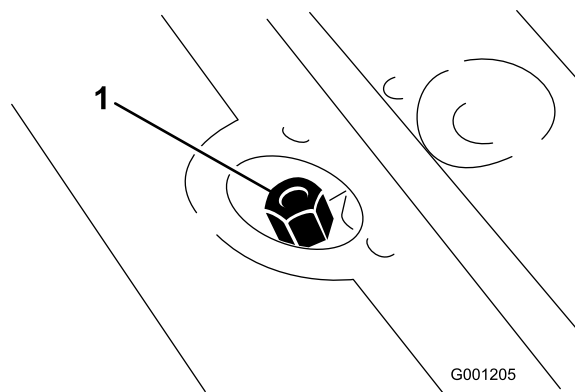

Figura 24
2. Retire a tampa da vareta (Figura 24) do tubo de enchimento e limpe-a com um pano limpo. Volte a colocar a tampa da vareta no tubo de enchimento, apertando-a com os dedos; depois, retire a vareta e verifique o nível de fluido. Se o nível for inferior a 13 mm da ranhura da vareta, adicione óleo suficiente para elevar o respectivo nível até essa ranhura. Não encha demasiado.